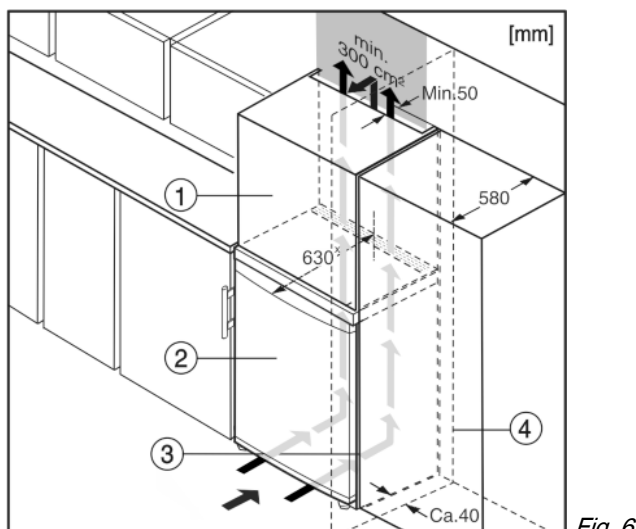

Fig. 6
L'appareil peut être réagencé avec des buffets de cuisine. Pour adapter l'appareil Fig. 6 (2) à la hauteur du coin cuisine, une rehausse Fig. 6 (1) peut être posée sur l'appareil.
Lors de la transformation avec des placards de cuisine (profondeur max. 580 mm), l'appareil peut être placé directement à côté du placard de cuisine Fig. 6 (3). L'appareil dépasse latéralement de 34 mm \* et de 50 mm \* au centre de l'appareil par rapport à la face avant du placard de cuisine.
Si l'appareil est installé avec les charnières à côté d'un mur Fig. 6 (4), la distance entre l'appareil et le mur doit être de 40 mm min. Ceci correspond à la saillie de la poignée lorsque la porte est ouverte.\*